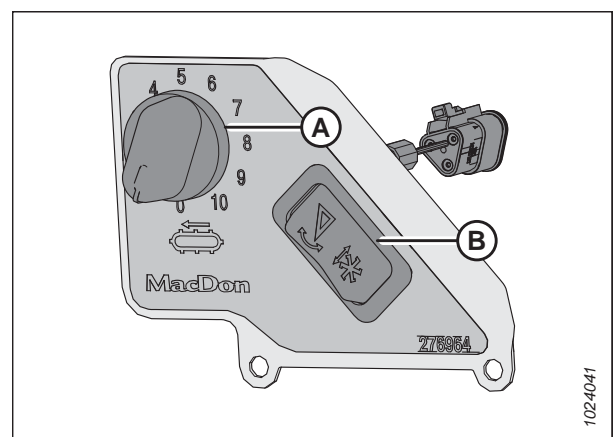

Abbildung 3.185: Kabinenmodul für die Einstellung der Seitenbandgeschwindigkeit
Die Taste (B) in Abbildung 3.185, Seite 167 ermöglicht es dem Bediener, zwischen den Steuerungen für die Schneidwerksneigung und die Horizontalverstellung der Haspel umzuschalten. Siehe Einstellen des Anstellwinkels vom Mähdrescher aus, Seite 162 bzgl. Anweisungen zu den Steuerungen.